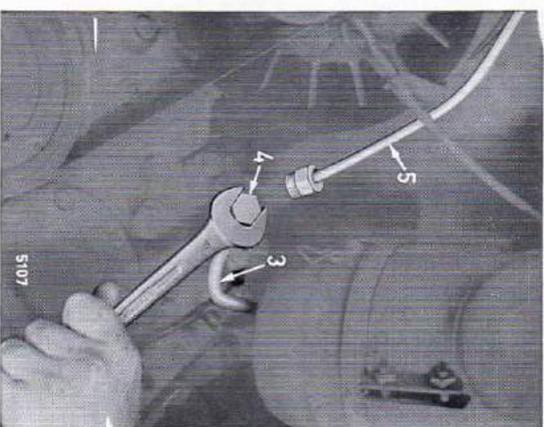
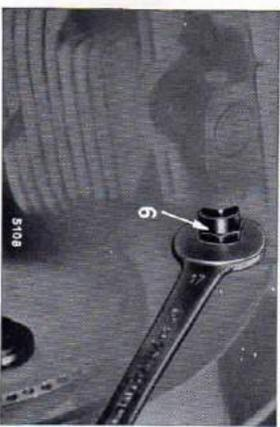

Fig. 16
Fig. 17
— Figure 16 — conduisant à la pompe d'injection, il suffit de desserrer légèrement la vis creuse (4).
Si les tuyauteries (5) — Figure 16 — allant aux injecteurs ont été déposées, on devra également en effectuer la purge d'air. Pour cela, actionner le démarreur ou la manivelle de lancement aussi longtemps que nécessaire pour permettre au combustible de s'écouler sans bulles d'air au raccord fileté (6) — Figure 17 — préalablement serré.